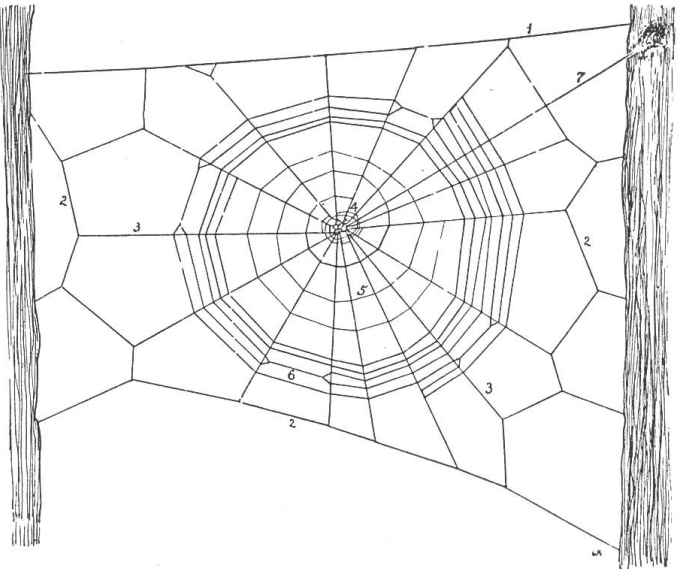

Abb. 1. Radnetz der Quaderspinne
**B**ALD naht die Hochsaison für unsere Spinnenfauna. In immer größerer Zahl erscheinen Geländer und Hecken, Stangen und Fensternischen von Fangnetzen verschiedener Spinnenarten überzogen. Wohl am bekanntesten dürften die Radnetze (Abb. 1) sein, die von Spinnen aus dem Verwandtschaftskreis der Kreuzspinne hergestellt werden. Als wahre Kunstwerke erscheinen uns diese Gewebe an kühlen Sommer- oder Herbstmorgen, wo die Fäden voller Tauperlen hangen. Vergleichen wir die Radnetze verschiedener Spinnenarten, so machen wir die überraschende Entdeckung, daß alle nach dem gleichen Bauplan angelegt werden. Den Beginn ihrer Spinnarbeit verlegen die meisten Spinnen in die späten Abendstunden, ja häufig in die Zeit nach Mitternacht.